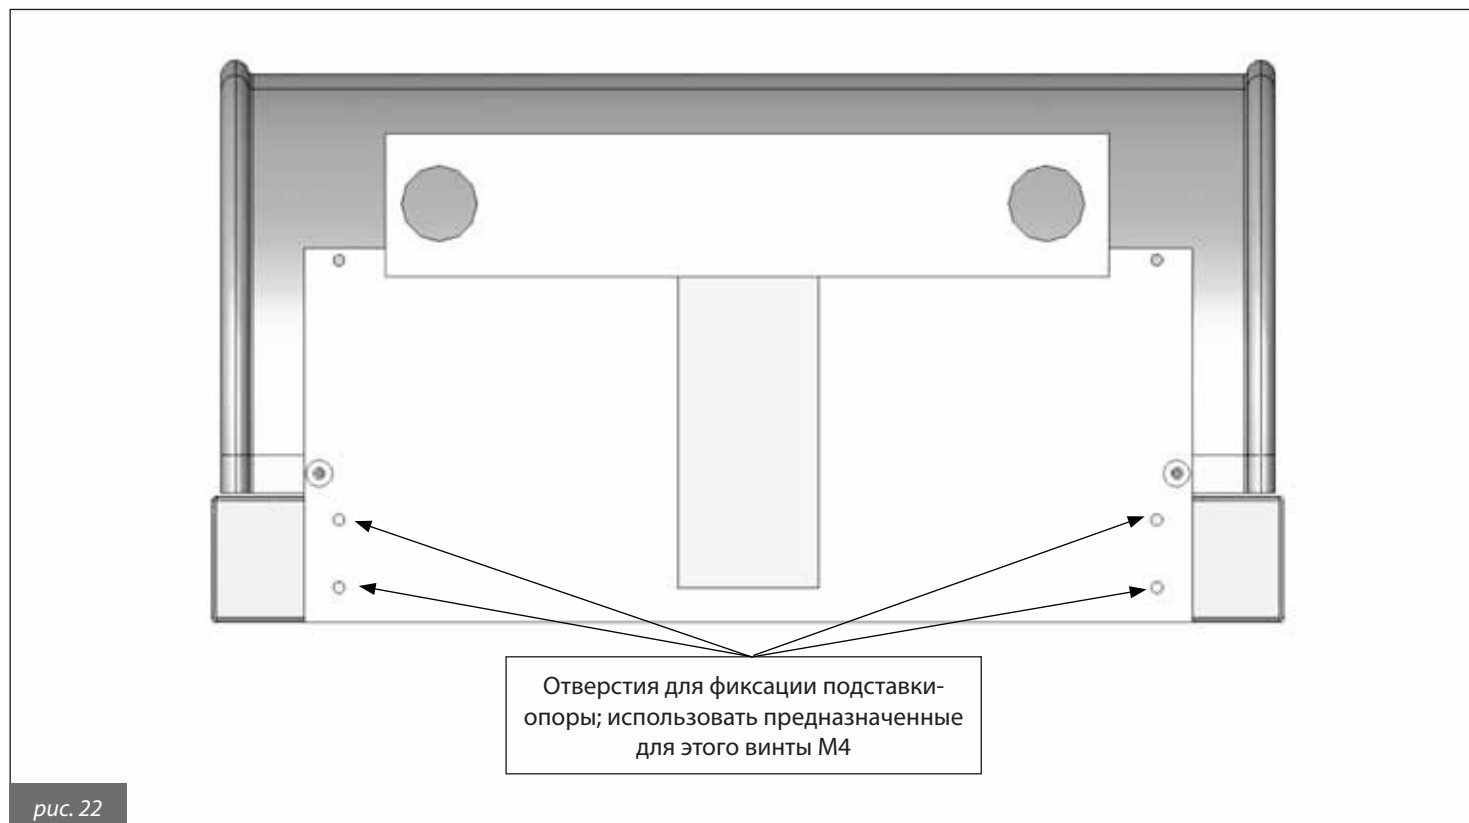
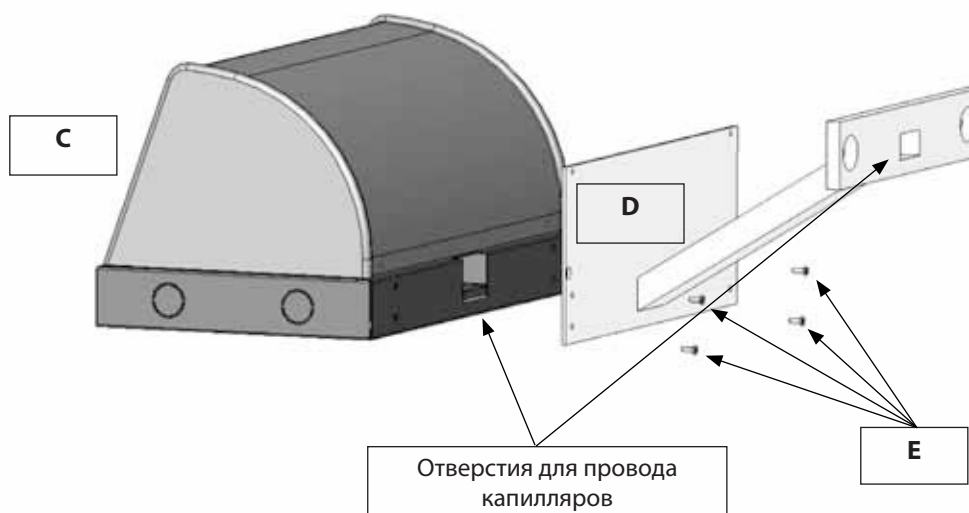

рис. 22
рис. 23
- 3) соединить предварительно закрепленный на подставке-опоре (С, рис. 23) пульт управления с держателем (D, рис. 23), используя соответствующие винты М4 (Е, рис. 22 и 23);